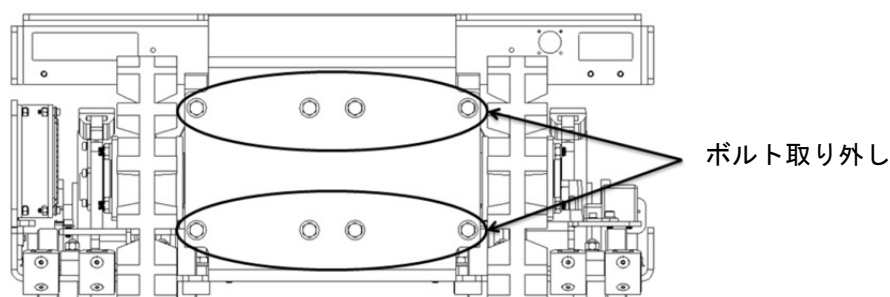

図 45. ギヤボックスのボルト詳細
7. 本項7～9の手順に従い、ギヤボックスをフレームに固定しているボルトおよびナット(8箇所)を取り外す。(図45参照)